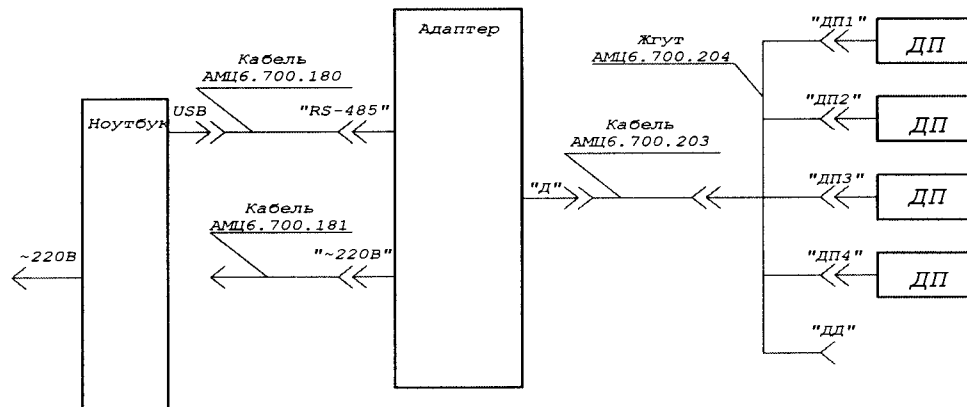

Рисунок 17 - Схема подключения адаптера для проведения поверки (калибровки) измерительных каналов линейного перемещения системы
4.6.12 В соответствии с рисунком 23 закрепить датчик перемещения (далее – ДП), подключенный к розетке «ДП1» жгута АМЦ6.700.204 (Рисунок 17) на приспособление для поверки (калибровки) каналов измерения перемещений АМЦ5.178.047 (далее - приспособление) винтами АМЦ8.926.058 поз.4. Установить магнитный держатель D16 поз.2 с вёрнутой в него стойкой АМЦ8.120.784 поз.3 на подвижную губку поз.1 штангенрейсмаса. Вытягивая тросик из ДП, закрепить карабин тросика на винте стойки АМЦ8.120.784. Позиционировать магнитный держатель D16 поз.2 так чтобы положение тросика было параллельно шкале штангенрейсмаса поз.5, т.е. вертикальным.